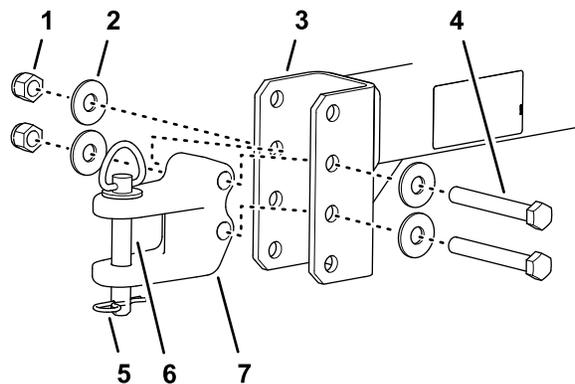

Рисунок 5
2. Подсоедините вилку сцепного устройства к дышлу с помощью 2 болтов, 4 шайб и 2 контргаек (Рисунок 5).
4. Прикрепите сцепное устройство к буксировочной штанге с помощью пальца сцепного устройства и шплинта (Рисунок 5).
1. Отрегулируйте положение вилки сцепного устройства относительно дышла так, чтобы дышло было расположено на одном уровне с буксировочной штангой тягового блока (Рисунок 5).